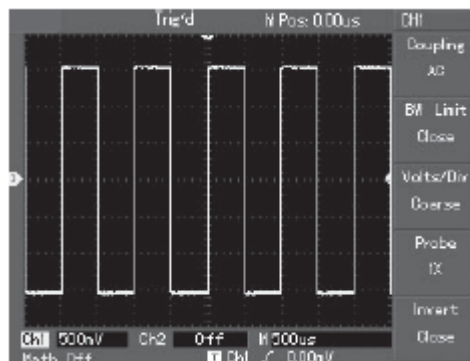

Figura 1-7
C. Conecte la punta de la sonda y la pinza de tierra a las terminales correspondientes de señal de la sonda de compensación. Pulse AUTO y verá una onda cuadrada en la pantalla sobre 3V de pico a pico a 1kHz en unos pocos segundos. Vea la figura 1-7 para más detalles. Repita estos pasos para revisar CH2- Pulse el botón e función OFF para deshabilitar CH1, y luego presione el botón de función CH2 para habilitar CH2. Repita los pasos 2 y 3.